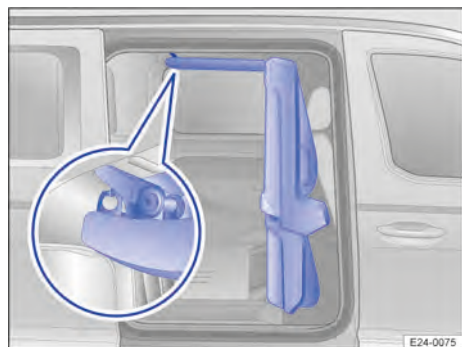

Fig. 86 Cloison flexible en position relevée
3. Poussez la partie supérieure arrière de la cloison avec la paume de vos mains vers le haut jusqu'à ce que la fixation → fig. 86 (agrandissement) s'enclenche en émettant un clic.
1. Tirez la partie supérieure arrière de la cloison vers le bas jusqu'à ce que la fixation se décroche → fig. 86 (agrandissement).